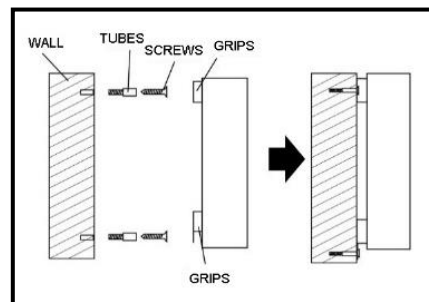

Fig.4
- 3 – Alinhe os suportes do emissor com os parafusos fig. 4.